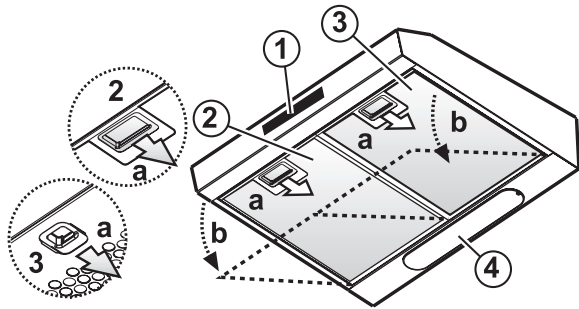

Fig. 1
2. Åpne risten eller fjern det selvbærende fettfilteret (avhengig av modell). **Fig. 1 (a-b).**
2. Åpne risten eller fjern det selvbærende fettfilteret (i sistnevnte tilfelle må filteret umiddelbart vaskes). **Fig. 1 (a-b).**